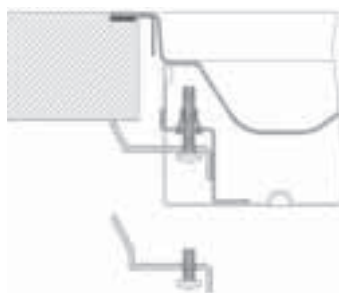

Fig. 3
Le staffe devono essere fissate tramite apposite viti sul lato anteriore (nr. 4) e sul lato posteriore (nr. 4) utilizzando le sedi presenti sul fondo del piano (Fig. 3).
- Appoggiare il piano sulla fresatura e mediante le viti e le staffe fornite fissare il piano alla struttura di sostegno fino ad ottenerne la perfetta planarità (fig.3).